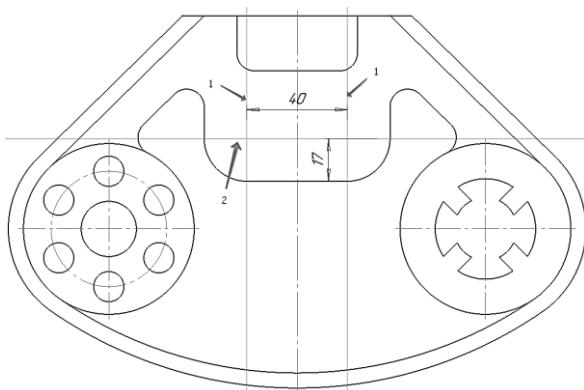

Рис. 74. Построение вспомогательных прямых
2.15.1 Проводим **вспомогательные параллельные прямые**  на расстоянии 20 мм от средней линии (1, рис. 74) и на расстоянии 17 мм от горизонтальной линии (2, рис. 74), для определения центров окружностей.